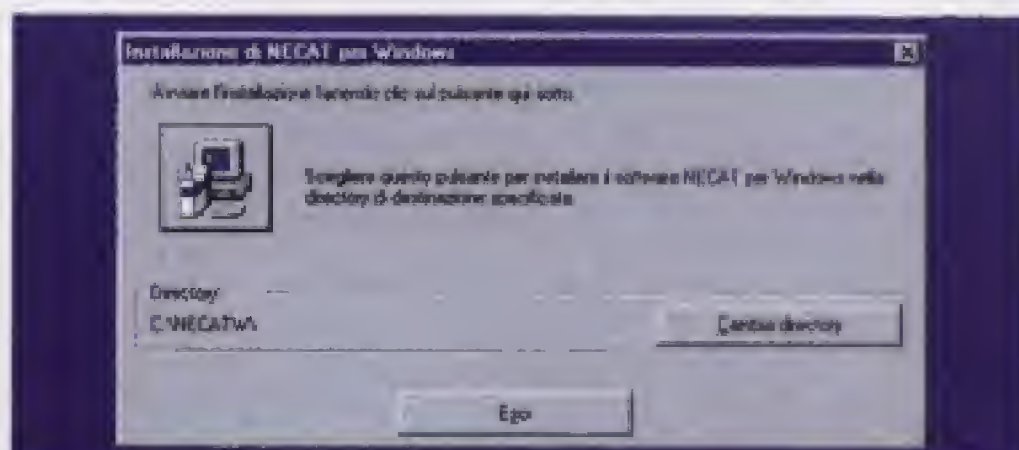
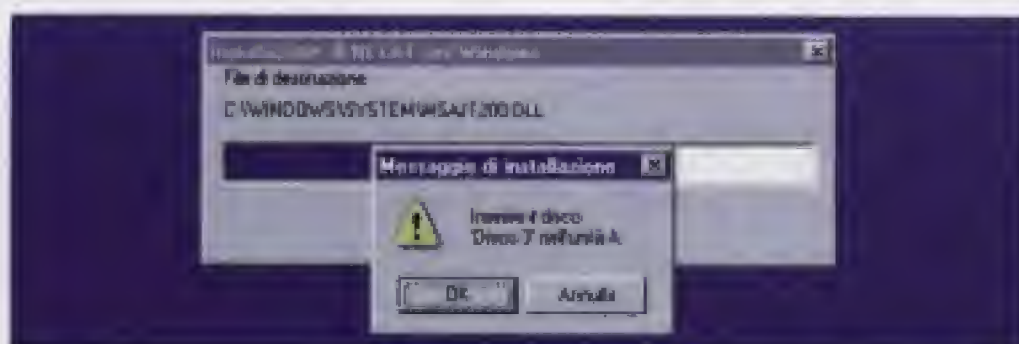

Fig.3 Solo cliccando sul pulsante col computer verrà avviata l'installazione.
Fig.4 Il programma vi segnala di volta in volta quale dischetto dovete inserire.
– Quando vi viene chiesto di confermare la **directory** cliccate sul pulsante raffigurante un computer (vedi fig.3), di seguito dovete inserire i dischetti **n.3** e **n.4** non dimenticandovi di premere ogni volta **Enter** (vedi fig.4).